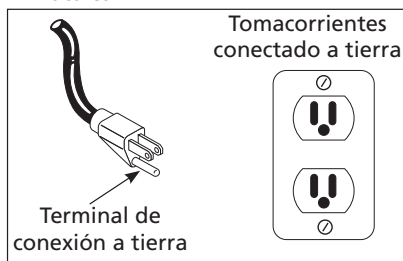

Figura 4 - Méthode de mise à la terre
- Este producto está diseñado para circuitos nominales de 120 voltios y tiene un enchufe para conexión a tierra similar al de la Figura 4. Cerciórese de conectarlo a un tomacorrientes cuya configuración sea similar a la del enchufe. Este producto se debe conectar a tierra. En caso de que ocurra un cortocircuito, esto evitaría el riesgo de choque eléctrico al ofrecerle un cable de desvío a la corriente eléctrica. Este producto tiene un cordón con un alambre y terminal de conexión a tierra. Debe conectarlo a un tomacorrientes que esté instalado adecuadamente según los códigos y ordenanzas locales.